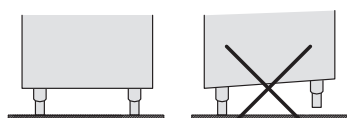

Bild 5.
- Avlägsna diskroren genom att skruva loss fästet. Rengör diskroren samt munstycken under rinnande vatten, se bild 5
- Kontrollera att maskinen står upprätt. Justera vid behov med de justerbara fötterna (se bild 5).